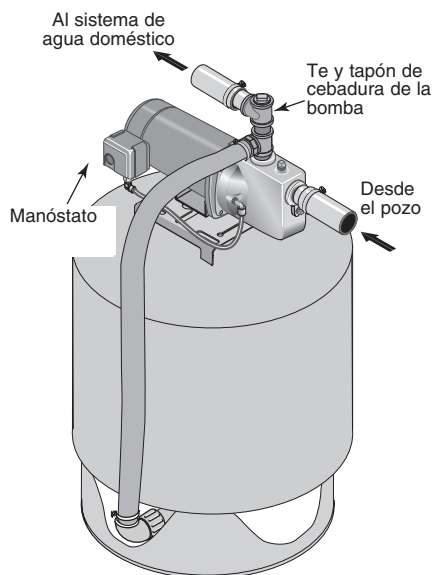

**Figura 3: Instalación para agua superficial**
## INSTALACION PARA AGUA SUPERFICIAL (Figura 3)
- Paso 2. Ensamble una válvula de pie y la tubería de aspiración (consulte la Figura 3). Asegúrese de que la válvula de pie funcione libremente. Utilizar cinta selladora de PTFE para roscas de tubería sobre las juntas roscadas de la tubería. Proteja la conexión de la válvula de pie contra peces, basura, etc. con la instalación de una criba a su alrededor (consulte la Figura 3).
- Paso 4. Instale un tubo en “T” para cebar, tapón para cebar y la tubería de aspiración a la bomba (consulte la Figura 3). Apoye la tubería para que no haya inclinaciones